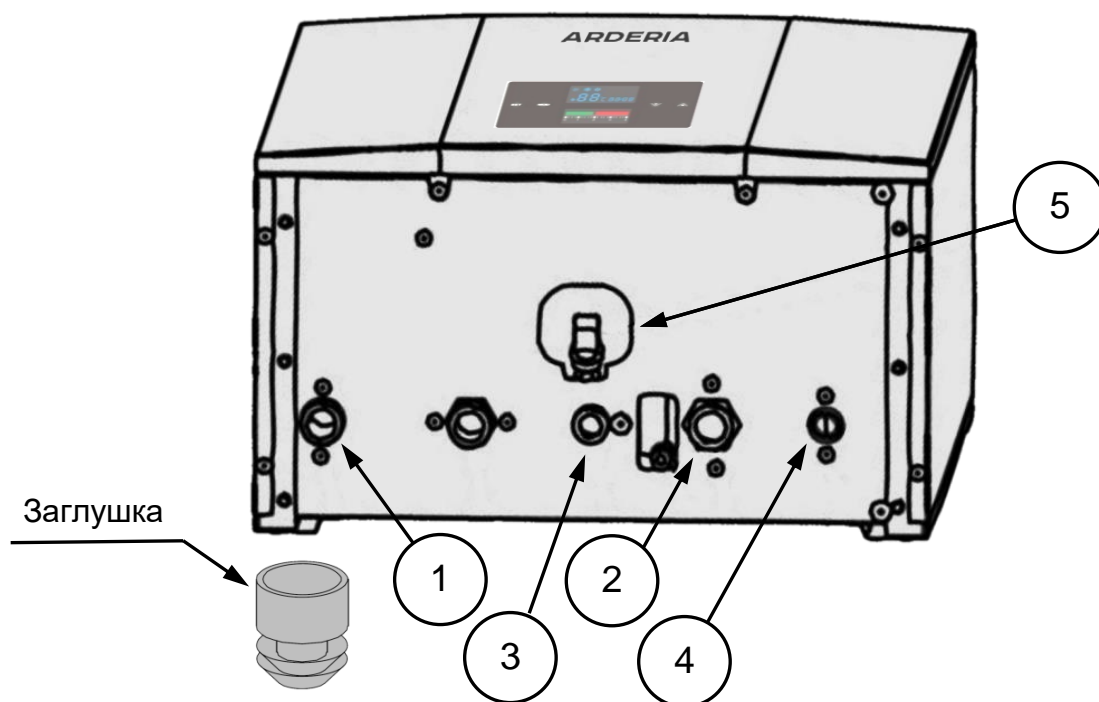

Рис. 18 Патрубки присоединения котла к трубам.
- Трубы отопления и водоснабжения подключают к патрубкам котла, предварительно сняв транспортные, защитные заглушки (См. Рис. 18).